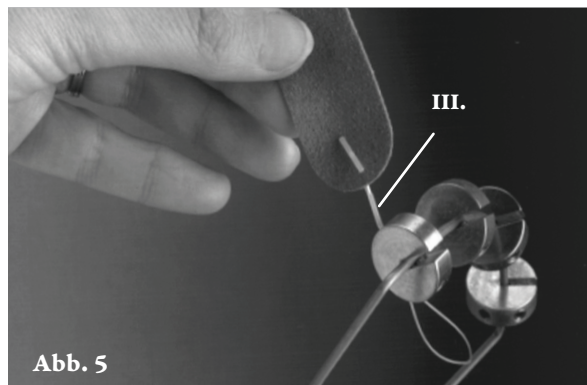
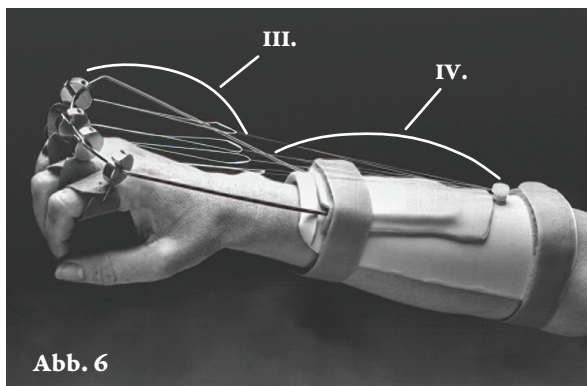

Abb. 5
Abb. 6
- 4) Die Stellschraube (II.) am proximalen Ende der Schiene als Befestigungsposten für das Monofilament befestigen. (Abb. 4) Klettriemen anbringen. Zwei Riemen an der Basis verhindern das Verrutschen und Migrieren nach distal. (Abb. 4 und Abb. 6)
- 5) Die Nylonfäden (III.) der Fingerschlingen falten und durch die geschlitzten Umlenkrollen fädeln. (Abb. 5)
- 6) Das Handgelenk leicht beugen und die Fingergrundgelenke (MCP) in Neutralstellung bringen. Das ist die korrekte Position, damit das Monofilament die richtige Spannung erhält. Vier 30 cm (12 in) lange Stücke Monofilament oder geflochtenen Auslegerfaden zuschneiden (IV.). Das distale Ende jedes Fadens am proximalen Ende der Nylonfadenschleife der Fingerschlingen (Abb. 5) anbringen. Mit Einstellplättchen (NC22557) oder Auslegerfaden-Verbindungsstücken (NC12494) lassen sich Endschlaufen zur Befestigung des Monofilaments anfertigen. Das proximale Ende der Fäden an der Stellschraube befestigen. Der Auslegerdraht sollte nahe an der Hand liegen. (Abb. 6)